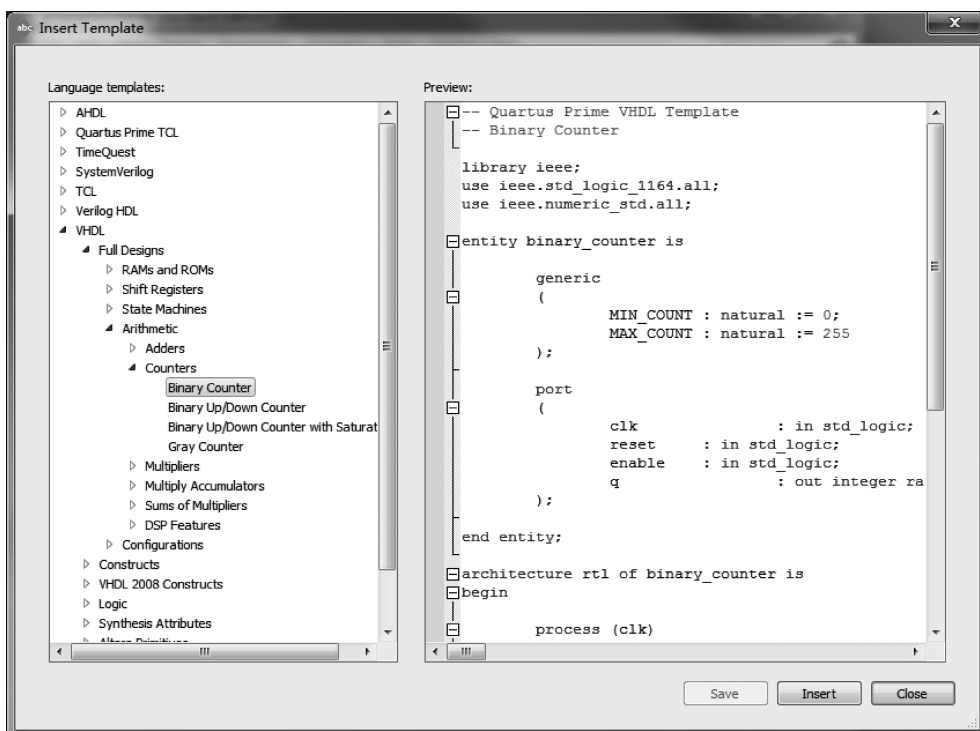

图 3-7 程序模板对话框
(1) 选择菜单 Edit→Insert Template...,打开 Insert Template 对话框,单击左侧 Language templates 栏目打开 VHDL,VHDL 栏目下显示出所有 VHDL 的程序模板,如图 3-7 所示。
(2) 在 VHDL 模板中选择 Full Design→Arithmetic→Counters→Binary Counter,Insert Template 对话框的右侧会出现计数器模板程序的预览。这是一个带清零和使能端的计数器模板。单击 Insert,模板程序出现在文本编辑器中,其中蓝色的字母是关键字,绿